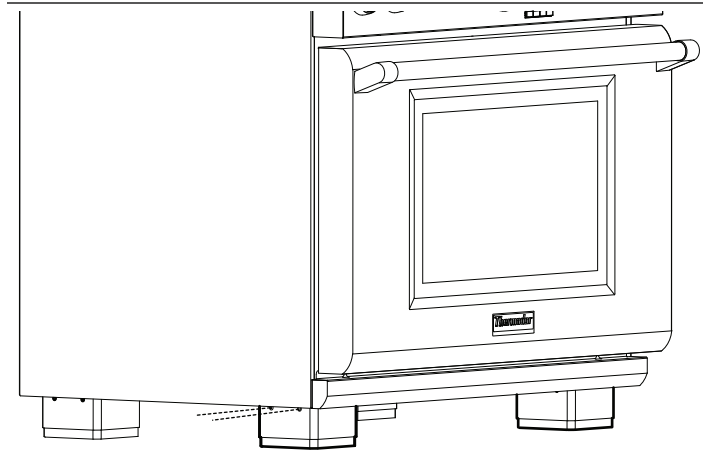

Figura 34: Cubiertas de patas muescas extruidas
1. Quite las cubiertas de las patas deslizando la pieza exterior de la cubierta de la pata hacia abajo, desenganchando las muescas extruidas de la base de aluminio (vea la Figura 34).